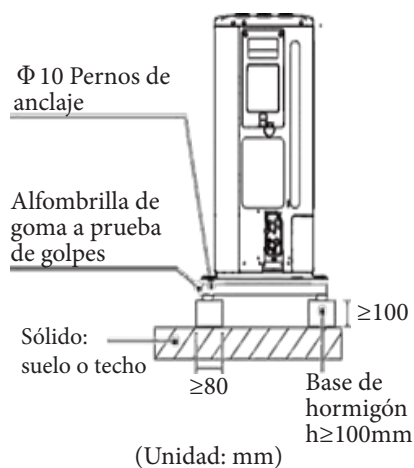

Fig.: 6-3
- Si el drenaje de agua de la unidad no es fácil, coloque la unidad sobre una base de bloques de concreto, etc. (la altura de la base debe ser de unos 100 mm (Fig. 6-3)